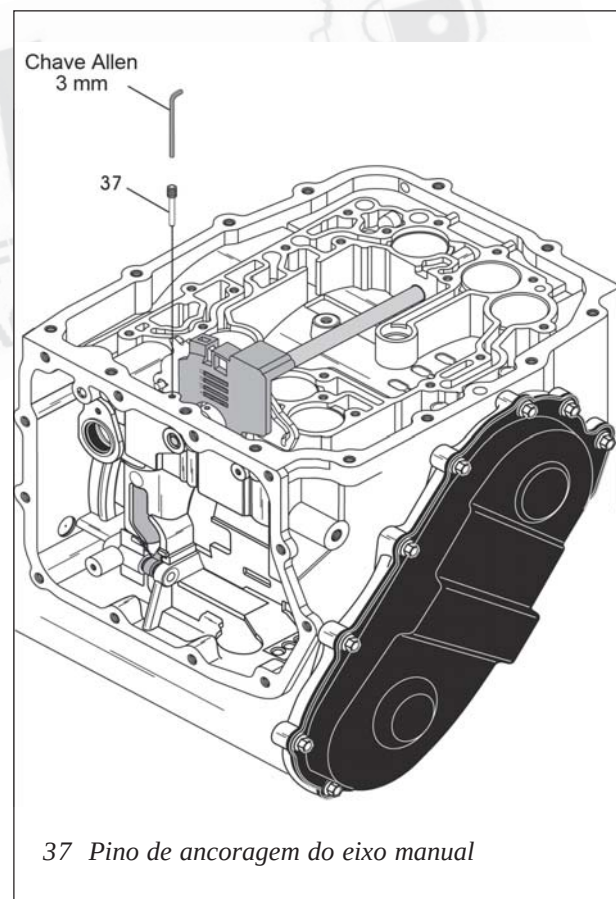

Figura 55
29. Remova o pino de ancoragem do eixo manual da carcaça, conforme mostra a figura 55, utilizando uma chave Allen 3 mm.